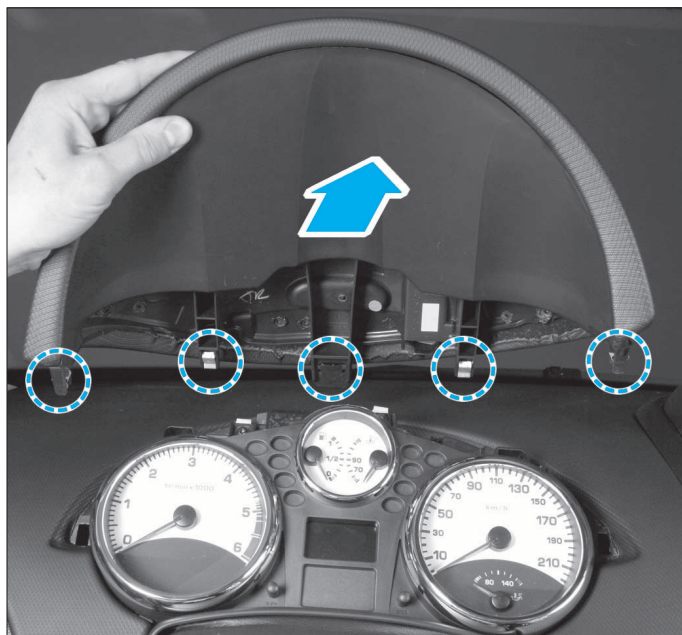

FIG. 29
- Déposer la visière du combiné d'instruments en la tirant vers le haut. Celle-ci est maintenue sur la planche au moyen de 4 agrafes et d'un guide (Fig.29).